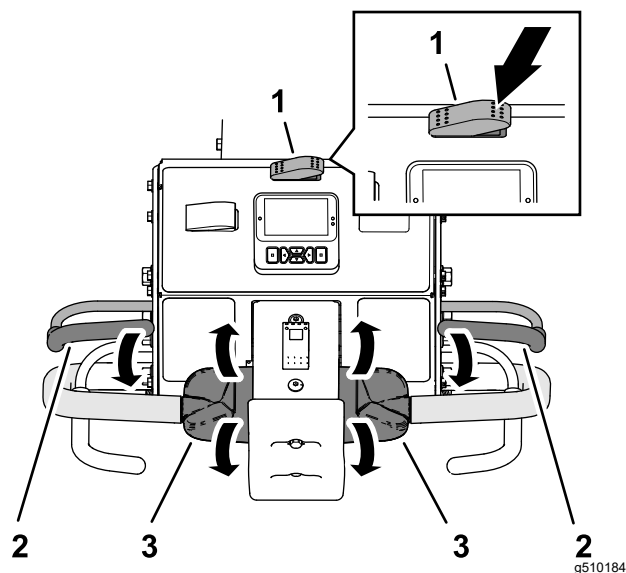

Figura 80
3. Premete il lato destro dell'interruttore trasporto/arieggiatura selezionando ARIEGGIATURA (Figura 80).
5. Stringete la maniglia destra o sinistra e la barra di presenza dell'operatore (Figura 80) e spingete la barra verso la maniglia.